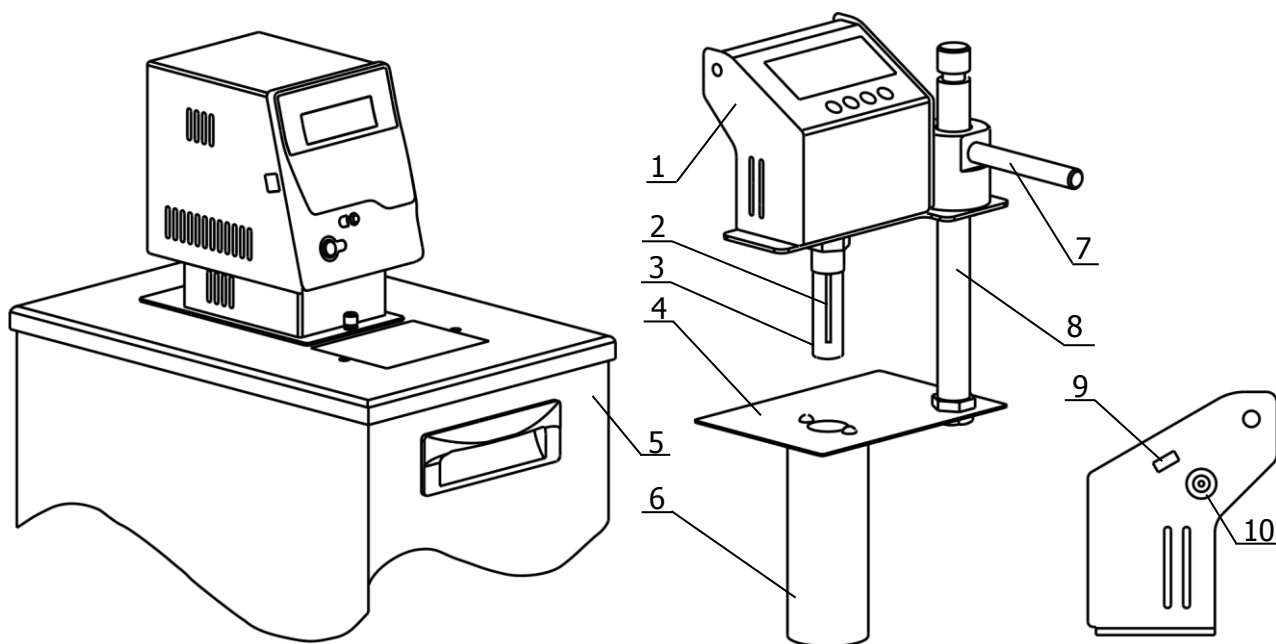
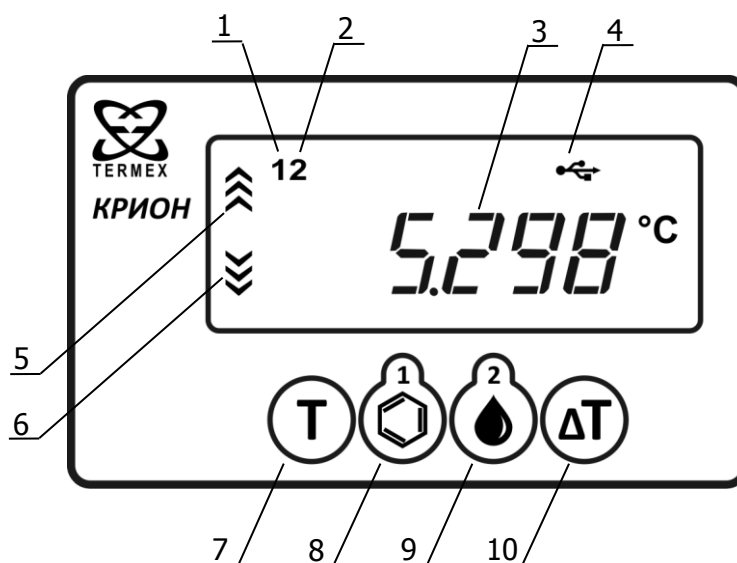

Рисунок 1 — Внешний вид установки
Рисунок 3 — Лицевая панель электронного блока
1.5.1 Установка состоит из электронного блока 1 (рисунок 1), перемещающегося с помощью рукоятки 7 вдоль штанги 8, установленной на основании 4. В нижней части электронного блока расположен датчик температуры 2. Виала 3 с раствором испытуемого вещества фиксируется резьбовым соединением так, чтобы датчик оказался внутри нее. Основание 4 устанавливается в отверстие ванны криостата 5. В нижнем положении электронного блока 1 виала 3 входит внутрь охлаждаемого стакана 6, установленного в нижней части основания 4. На правой стенке электронного блока расположены разъем microUSB 9 и разъем питания 10 (12В, 0.25А, \ominus).
2.2.5 Включить сетевой адаптер из комплекта поставки в сеть 220 В и подключить его к разъему 10 (рисунок 1) на боковой стенке электронного блока. При этом загорится дисплей электронного блока и в позиции 3 (рисунок 3) отобразится текущая температура.
2.4.1 На лицевой панели электронного блока (рисунок 3) расположены дисплей и четыре кнопки, с помощью которых осуществляется управление установкой. Назначение элементов управления указаны в таблице 2.
- 1 - Подготовка. Установка ожидает охлаждения образца до плюс 15 °С. Индикаторы 5, 6 (рисунок 3) погашены.
2.7.2 Для изменения значения температуры переохлаждения (см. рисунок 3):
2.8.3 Запустить процесс измерения температуры кристаллизации растворителя длительным нажатием (более 1 с) кнопки 8 (см. рисунок 3). Индикатор 1 начнет мигать, а на дисплее отобразится текущая температура растворителя.
2.8.4 По окончании измерения раздается звуковой сигнал, значение температуры кристаллизации растворителя сохранится в энергонезависимую память установки и отобразится на дисплее. В дальнейшем (до начала следующего измерения температуры кристаллизации) это значение можно посмотреть, коротко нажав кнопку 8 (рисунок 3).
2.9.3 Запустить процесс измерения температуры кристаллизации раствора испытуемого вещества длительным (более 1 с) нажатием кнопки 9 (см. рисунок 3). Индикатор 2 начнет мигать, а на дисплее отобразится текущая температура раствора.
2.9.4 По окончании измерения раздается звуковой сигнал, значение температуры кристаллизации раствора испытуемого вещества сохранится в энергонезависимую память установки и отобразится на дисплее. В дальнейшем (до начала следующего измерения температуры кристаллизации) это значение можно посмотреть, коротко нажав кнопку 9 (рисунок 3).
- 2 - включить принудительное перемешивание, одновременно нажав и удерживая (более 3 с) кнопки 7 и 10 (рисунок 3);
2.10.1 Нажать кнопку 10 (рисунок 3). На дисплее отобразится значение депрессии температуры.